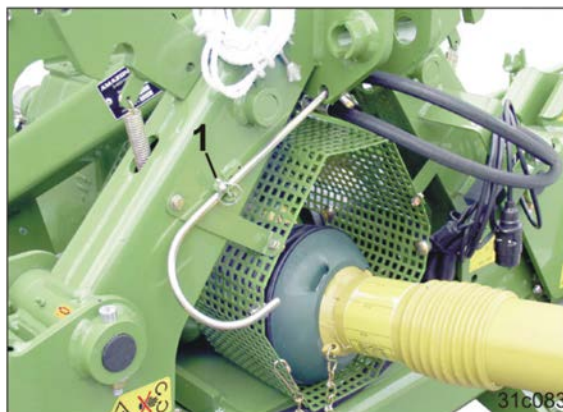

Fig. 58
14. Fastgør bøjlen på transportholderen (Fig. 58/1), og foretag sikring med ringsplit.